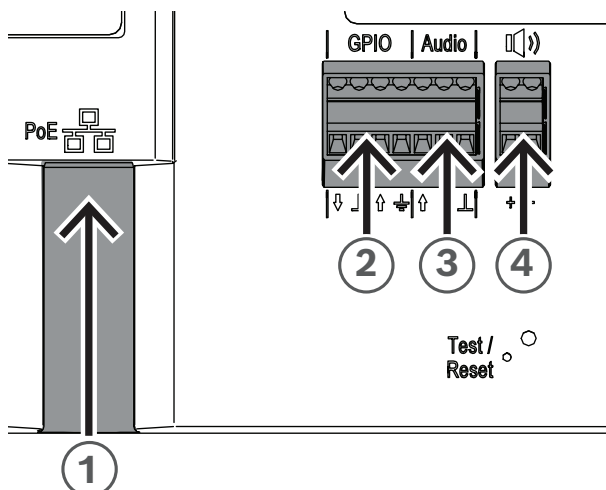

Figura 2.8: Panel delantero del módulo amplificador IP
Conexión a la red (Figura 2.8, llamada 1)
1. Con un cable Ethernet, conecte un extremo del cable al puerto PoE/PoE+ (Figura 2.8, llamada 1).
Conexión las GPIO (Figura 2.8, llamada 2)**Aviso!**
Conexión del audio analógico (Figura 2.8, llamada 3)
- Conecte los cables al terminal de audio del dispositivo (Figura 2.8, llamada 3).
Conexión del altavoz pasivo (Figura 2.8, llamada 4)